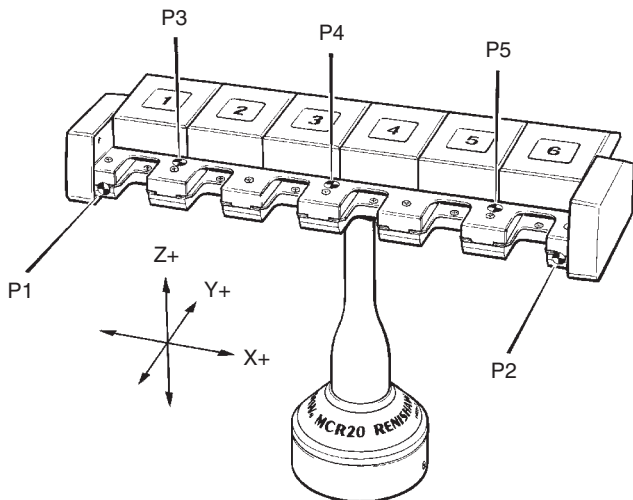

Abbildung 8 - Ausrichten des Modulwechslers MCR20
Um den Modulwechsler MCR20 zu den KMG-Achsen auszurichten, sind folgende Punkte durchzuführen (siehe Abbildung 8):
3.5.2 Festlegen der Koppeltiefe (Y)
Zur Bestimmung der Koppeltiefe (Y) der Ablageplätze des MCR20, ist folgende Prozedur durchzuführen (siehe Abbildung 8).
3.5.3 Festlegen der Koppelhöhe (Z)
Um die Koppelhöhe (Z) der Ablageplätze des MCR20 zu bestimmen, ist folgende Prozedur durchzuführen (siehe Abbildung 8):